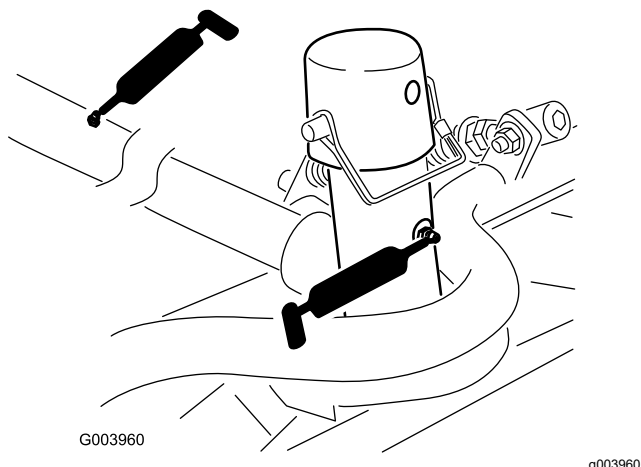

Рисунок 70
- Несущая рама и ось поворота режущего блока (по 2 шт.) (Рисунок 70)